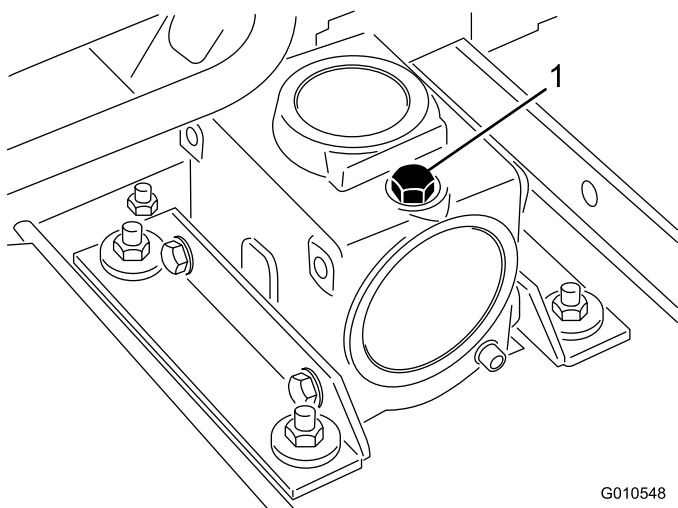

Figure 6
2. Retirez le bouchon de remplissage-jauge au sommet du boîtier d'engrenages (Figure 6) et vérifiez que le niveau de lubrifiant se situe entre les repères sur la jauge. Si le niveau de lubrifiant est trop bas, faites l'appoint de lubrifiant pour faire monter le niveau entre les repères.